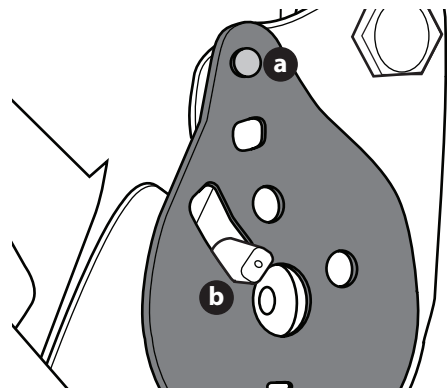

Figure 12
- Basculez le siège vers l'avant, en position avant complète. Remplacez la plaque d'inclinaison avec le goujon à pression (a) et la goupille d'inclinaison (b) passant à travers la plaque d'inclinaison aux endroits indiqués dans l'Figure 12.